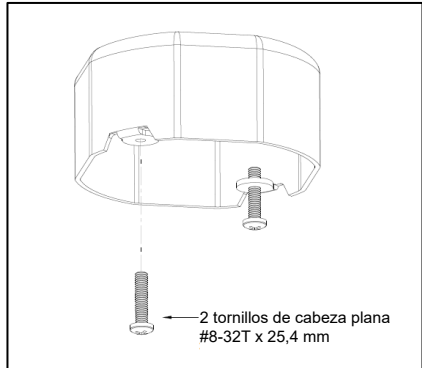

Figura 7
1. Instale los 2 tornillos (1) del juego de montaje proporcionado en los orificios roscados de la caja de conexiones. (Consulte la Figura 7).